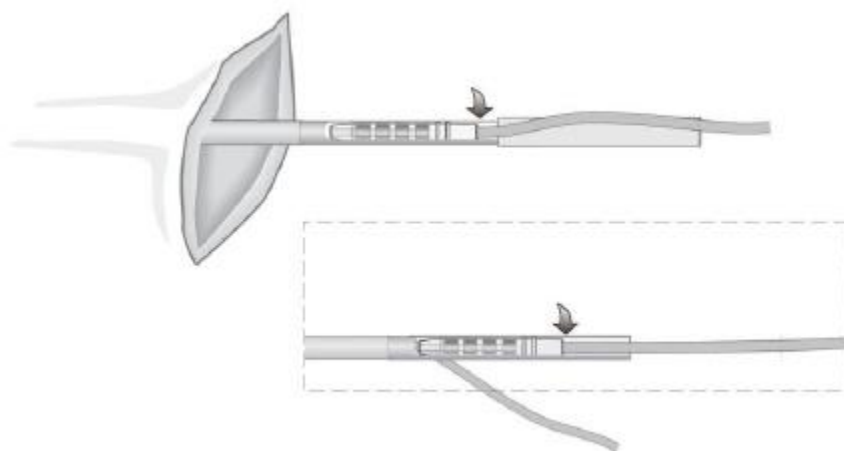

FIGURA 8: Extensiones duales.
b) Si enruta dos extensiones, inserte el extremo del conector de la segunda extensión en el puerto del portador 1 (Figura 8).